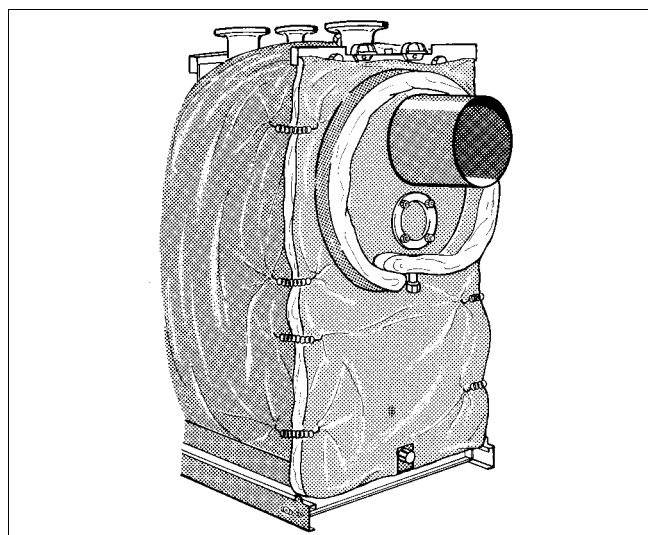

Fig. 12 Montaj izolație termică
- Poziționați izolația termică pe partea din spate a cazanului și strângeți pe întreaga lungime a acesteia câte 8 pene de prindere (Fig. 12).
- Așezați benzile izolatoare termice în jurul colectorului gazelor de evacuare și strângeți-le simultan cu un arc de prindere (Fig. 12).